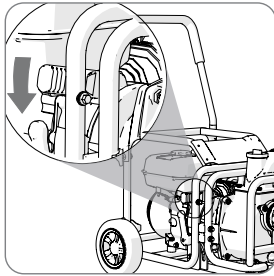

Abb. 2
- Schieben Sie das Zubehör in die Maschine, bis Sie ein Klicken hören. Der Ausrückhebel der Uni-Kupplung kehrt in die neutrale Position zurück. (Abb. 2)